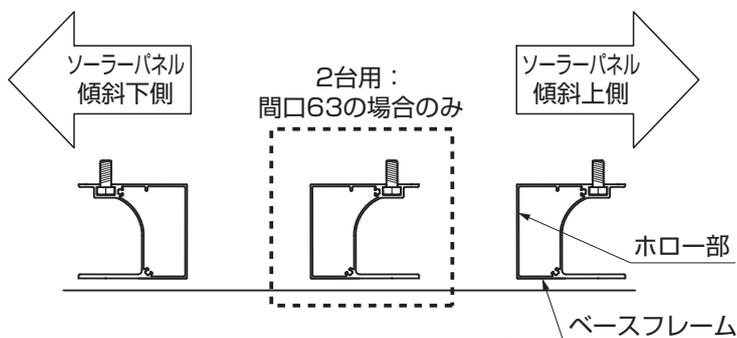
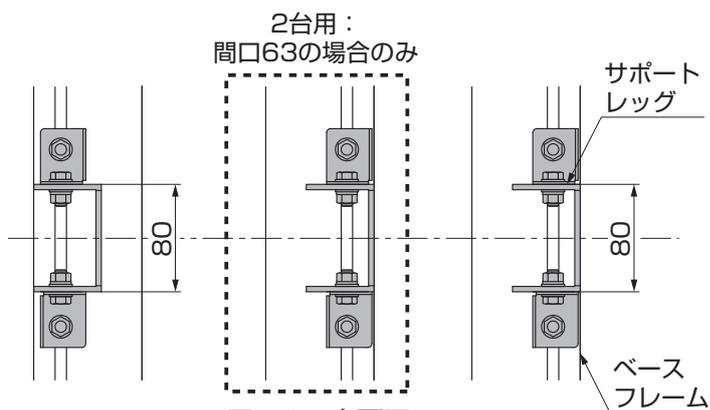

図1-2 ベースフレームの向き
図1-3 上面図
●PV取付金具、アース金具の取付位置は「3 フレーム部材配置図 1-3 PV取付金具取付け位置」を参照して取付けてください。
- ベースフレームの向きは図1-2、図1-3を参照して確認してください。